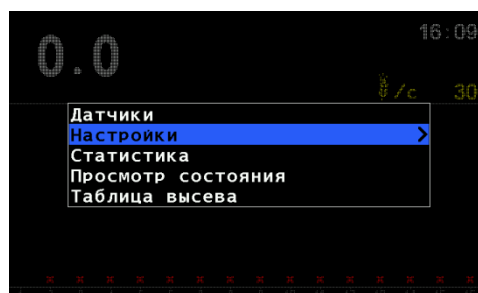

Рисунок 23
4. Кнопками "Вверх" и "Вниз" выбрать пункт меню "Настройки" (см. "Рисунок 23") и нажать "Меню".